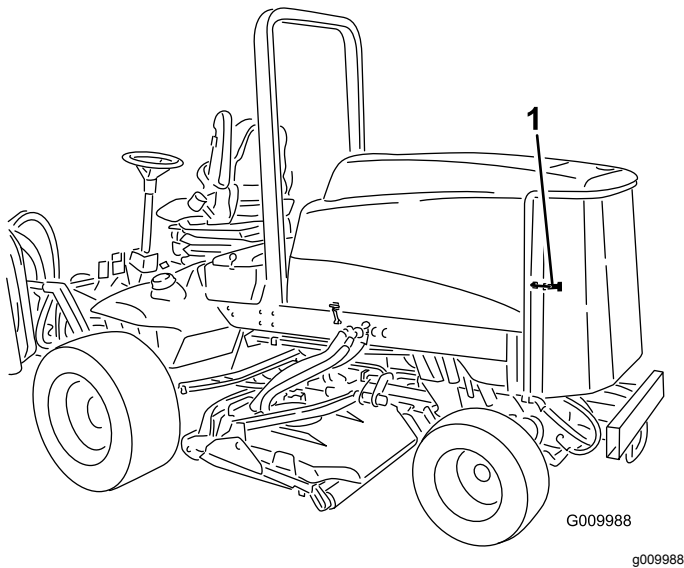

Figura 75
1. Desenganche y abra la rejilla trasera (Figura 75).